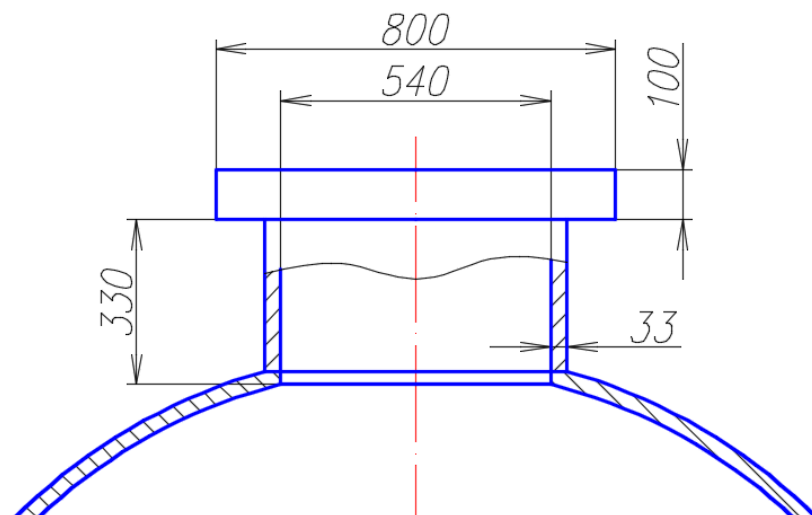

Рис. 92. Схема люка для выхода очищенного воздуха
3.5. Вычертить люк для выхода очищенного воздуха. Для этого провести две прямые (**Прямая** → **Отступ**) на расстоянии 270 мм от оси абсорбера. Обрезать лишние дуги и прямые. Дочертить крышку люка по заданным размерам. Выполнить местный разрез и штриховку (см. рис. 92).